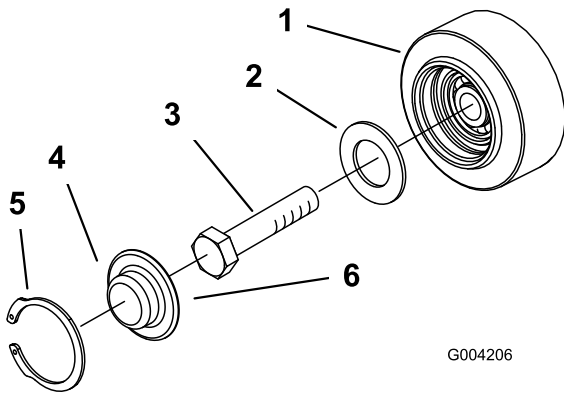

Рисунок 51
3. Снимите с опорного катка стопорное кольцо и колпачок (Рисунок 51).
4. Проверьте наличие смазки под колпачком и вокруг прокладки (Рисунок 51). Если она грязная, содержит песок, или истощилась, удалите всю смазку, замените прокладку и заложите свежую смазку.